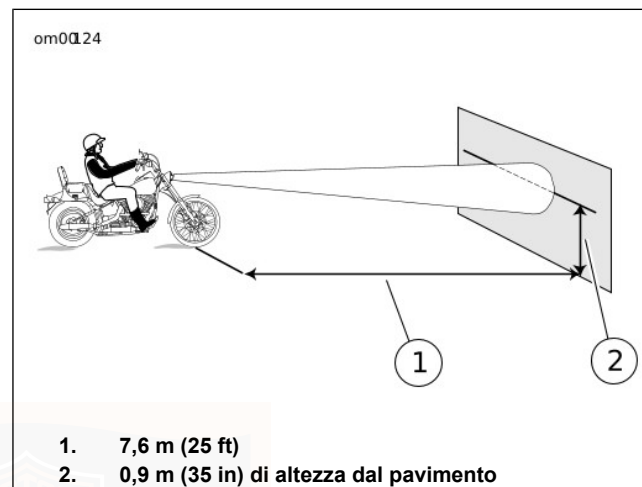

Figura 43. Allineamento del faro anteriore: modelli Softail FX e modelli per il mercato internazionale FLSTC/FLSTF/FLSTN
- a. Vedere la Figura 43. Per i modelli FXSTD, FXST, FXSTB, FLSTSC (e FLSTC, FLSTF, FLSTN per il mercato internazionale), tracciare una linea orizzontale sullo schermo/sul muro a 0,9 m (35 in) di altezza dal pavimento.